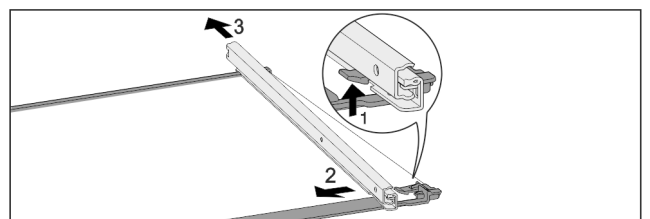

Fig. 84 Placa de vidrio con guías
- ▶ Presione hacia arriba el gancho de retención delantero. Fig. 84 (1)
- ▶ Retire la guía extraíble hacia un lado Fig. 84 (2) y hacia atrás Fig. 84 (3).